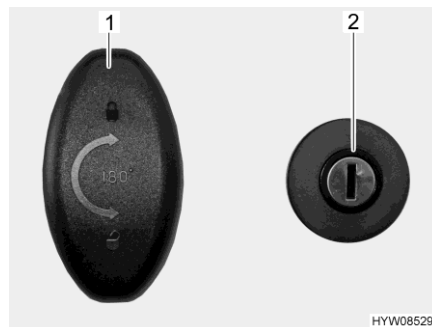

Fig. 57 Cerradura de la puerta (puerta de garaje)
Abrir: ■ Introducir la llave en el cilindro de cierre (Fig. 57,2) y girar en sentido de las agujas del reloj. El cierre centralizado está desbloqueado.
■ Girar el asidero de la cerradura (Fig. 57,1) media vuelta en sentido de las agujas del reloj y abrir la puerta de garaje.
■ Girar el asidero de la cerradura (Fig. 57,1) media vuelta en sentido contrario a las agujas del reloj.
■ Introducir la llave en el cilindro de cierre (Fig. 57,2) y girar en sentido contrario a las agujas del reloj. El cierre centralizado está bloqueado.